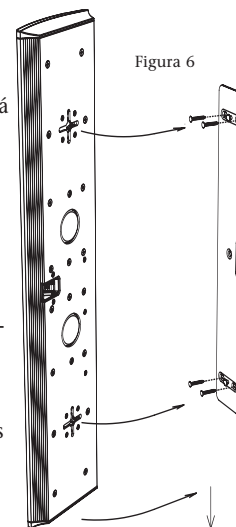

Figura 6
- Alinee la bocina de modo tal que las cabezas de los tornillos entren en la parte central de los canales +. Deslice la bocina hacia abajo para que las cabezas de los tornillos la sostengan en su lugar. [Figura 6]